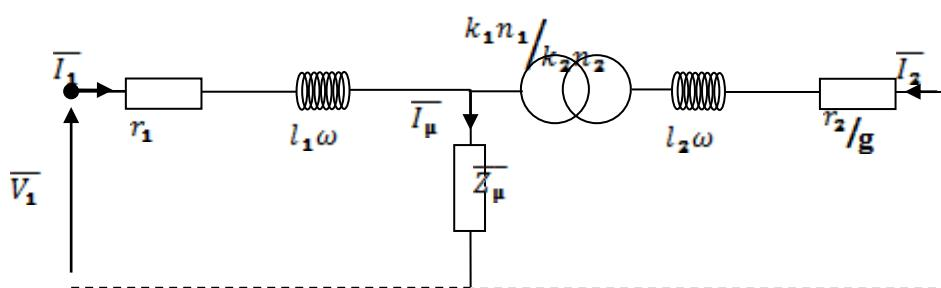

Fig.3
• **Schéma exact :** Si on remplace le transformateur parfait, sans résistance et sans fuites de flux, de la figure1 par un transformateur idéal en reportant dans l'impédance magnétisante le courant magnétisant et les pertes dans le circuit magnétique, on obtient le schéma suivant (figure3):